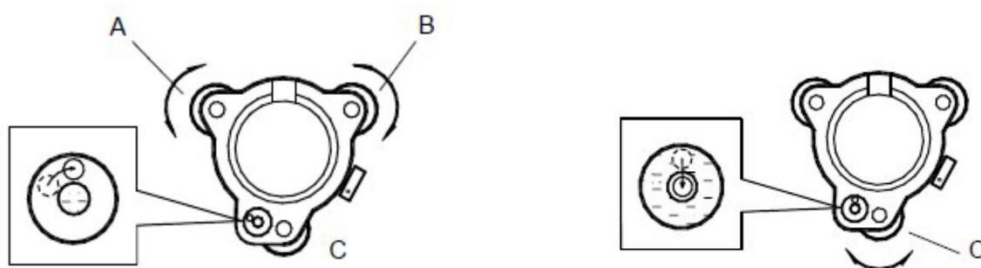

Рис. 3.4 – Грубе нівелювання за допомогою круглого рівня:
– застосовуючи підйомні гвинти А і В (рис. 3.4, а, б), переміщуйте бульбашку круглого рівня на лінію, що проходить перпендикулярно до лінії цих підйомних гвинтів;